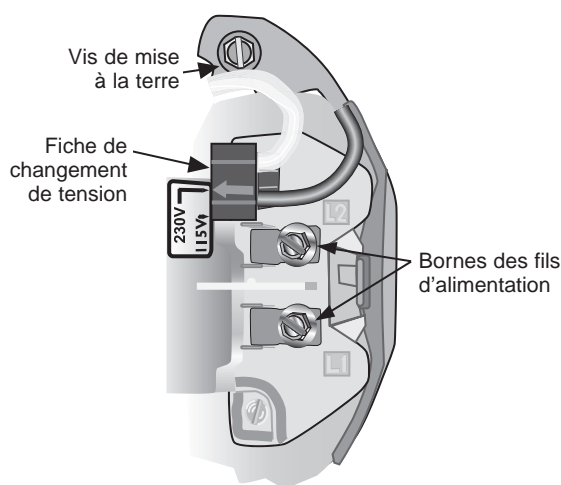

Figure 6 – Tension réglée sur le courant de 230 volts. Sélecteur à fiche.
1. Brancher tout d'abord le fil de mise à la terre du circuit électrique, puis le fil de mise à la terre du moteur sur la borne de mise à la terre verte qui se trouve sous le couvercle du moteur (se reporter à la Figure 6) et identifiée par les lettres « GRD ». Procéder à la mise à la terre sur cette borne. **Ne pas** brancher le moteur sur le courant électrique tant que la pompe n'a pas été mise en permanence à la terre, sinon on risque de subir de graves secousses électriques, voire d'être mortellement électrocuté.